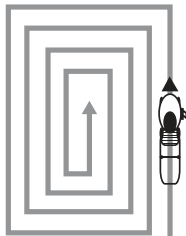

Рис. 17. Схема движения при работе в режиме бокового выброса травы
6. При кошении больших участков (более 500 м²), для снижения трудозатрат, рекомендуется использовать боковой или задний выброс травы (см. раздел ПОДГОТОВКА К РАБОТЕ). При работе в режиме бокового выброса травы рекомендуется двигаться так, чтобы трава выбрасывалась на уже скошенный участок (Рис. 17).